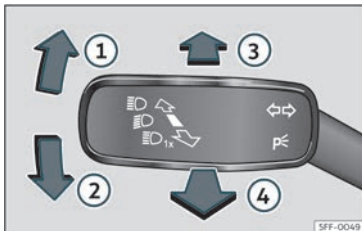

Fig. 90 Levier des clignotants et des feux de route.
- À partir de la position de base, appuyez en avant sur le levier des clignotants et de feux de route >>> **fig. 90** . L'activation du témoin   indique que l'assistant des feux de route est activé.
- **OU** : avec les feux de route activés, tirez vers l'arrière le levier des clignotants et des feux de route >>> **fig. 90** .